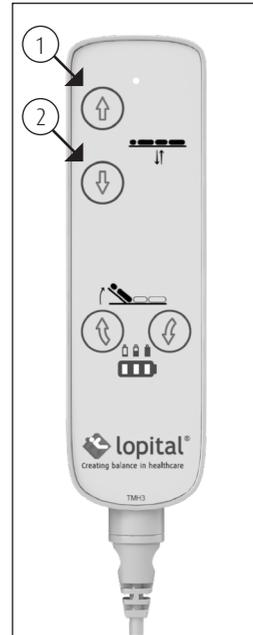

Figura 8. Control manual.
- Si el cliente está tumbado en la silla de ducha, primero ponga el freno en las ruedas y luego mueva la silla hacia arriba (1) (Ver la figura 8).
- Mueva la silla hacia arriba pulsando el botón que muestra una flecha hacia arriba. La silla se moverá inmediatamente hacia arriba (Ver la figura 8).
- Mueva el carro hacia abajo pulsando el botón con la flecha hacia abajo. El carro se moverá inmediatamente hacia abajo (2) (Ver la figura 8).